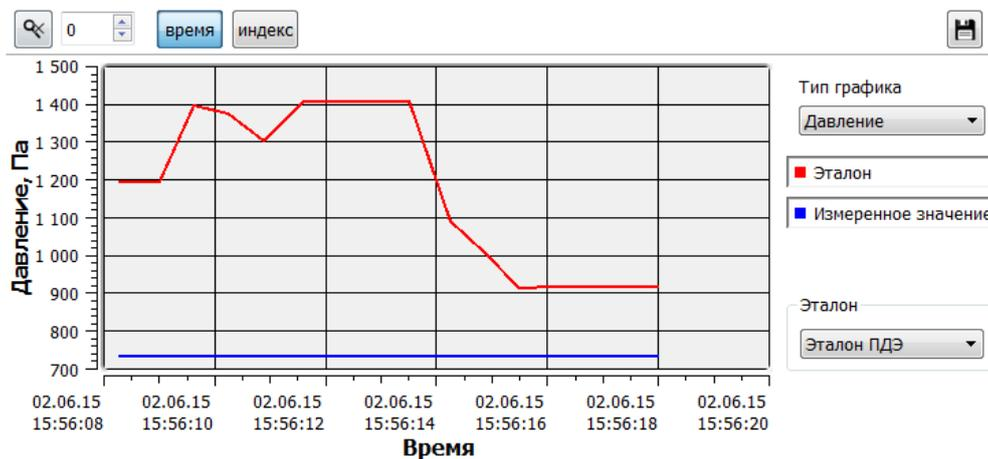

Рис.17 «График»
20. Отображение данных в графической форме на вкладках «Архив» и «Измерение» выполняется с помощью элемента «График» (Рис.17).